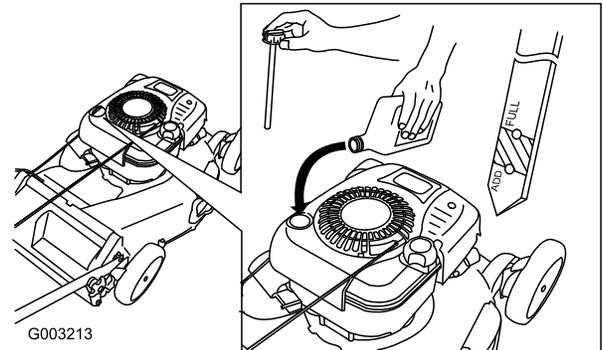

Figure 7
1. Retirez la jauge (Figure 7).
2. Versez de l'huile **lentement** dans le goulot de remplissage pour faire monter le niveau de liquide jusqu'au repère du plein (Full) sur la jauge (Figure 7). **Ne remplissez pas excessivement.** (Remplissage max. : 0,77 l (26 onces), type : huile détergente SAE 30W de classe de service API SF, SG, SH, SJ, SL ou supérieure.